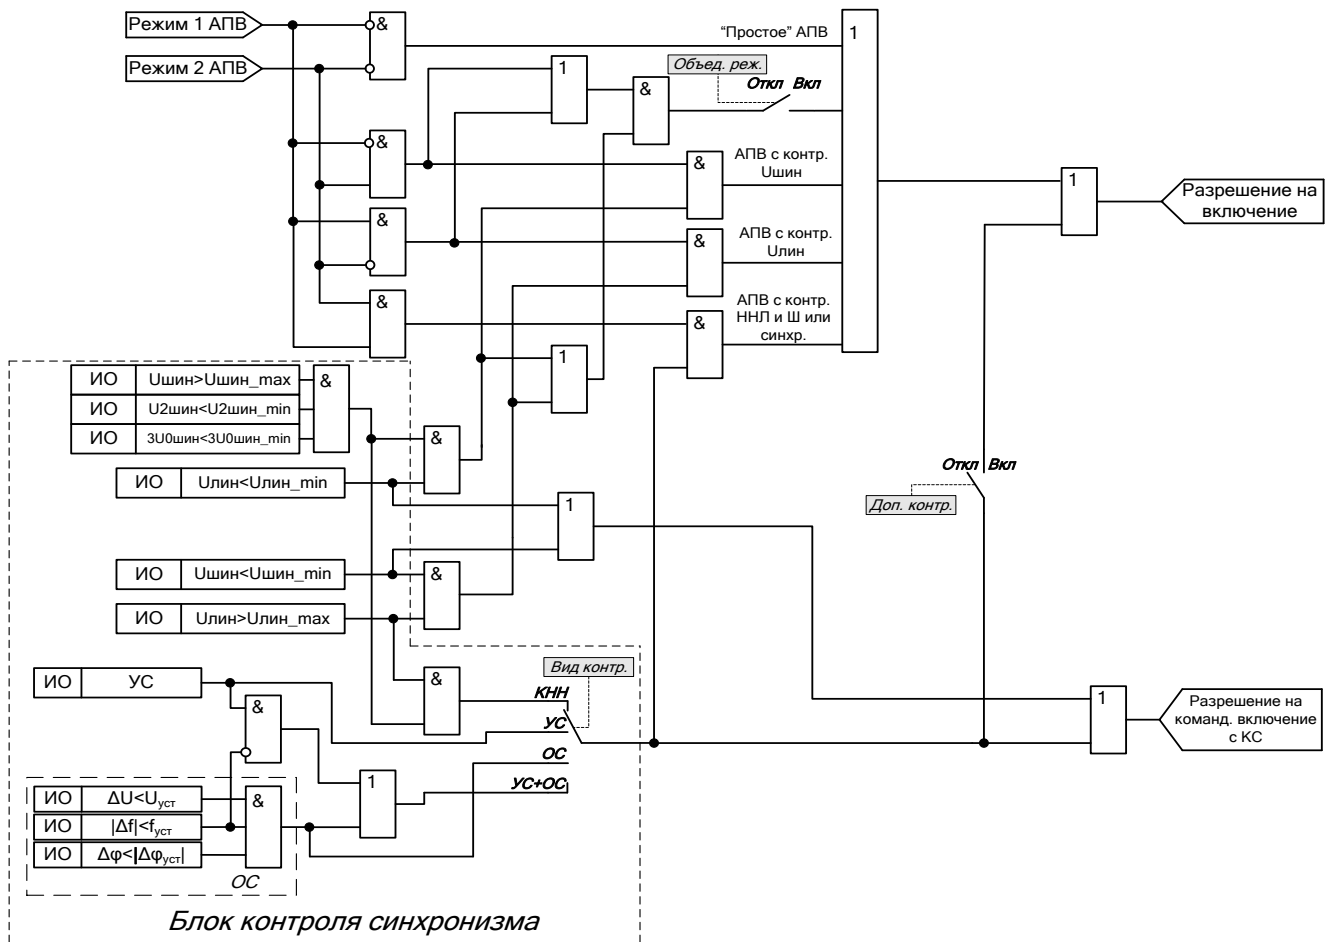

Рисунок 24 – Функционально-логическая схема выбора условий включения выключателя при АПВ
– «УС+ОС» – совместное использование улавливания и ожидания синхронизма. Используется либо ОС, в том случае, если разность частот напряжений на линии и шинах меньше заданной уставки «Контр. синхр. –  $\Delta f(\text{АПВ ОС}), \text{Гц}$ », либо УС в обратном случае (см. рисунок 24).